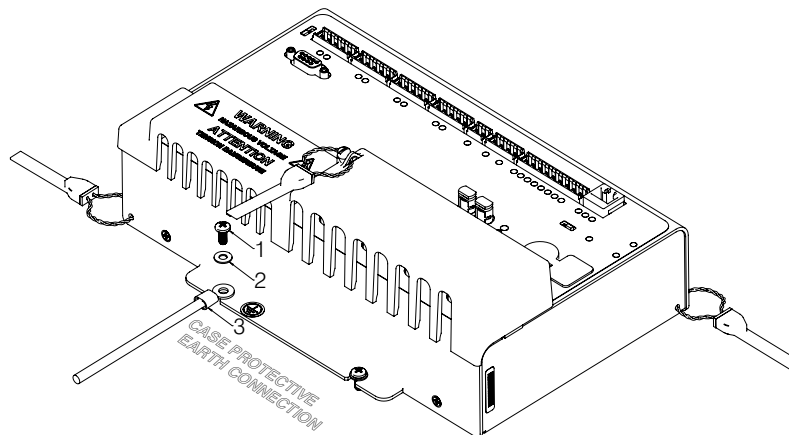

Figure 3.1: Meter Case's Earth Ground Connection
To comply with UL standards, the meter case must be connected to a reliable protective earth available within the installation area. For this connection use minimum #14 AWG wire crimped to a ring terminal(3) with a dedicated tool. Fasten the ring terminal(3) to the lower left slot of the meter case with minimum #6 metal screw(1) and star washer(2), as is shown in Figure 3.1.
Pour se conformer aux normes UL, le boîtier du compteur doit être connecté à une terre de garde fiable disponible dans la zone d'installation. Pour cette connexion, utilisez un fil d'un minimum no.14 de calibre américain des fils serti à une cosse à anneau(3) avec un outil spécialisé. Fixez la cosse à anneau(3) à l'emplacement inférieur gauche du boîtier du compteur avec une vis à métaux(1) et une rondelle en étoile (2) d'un minimum de no.6, tel qu'indiqué dans la figure 3.1.